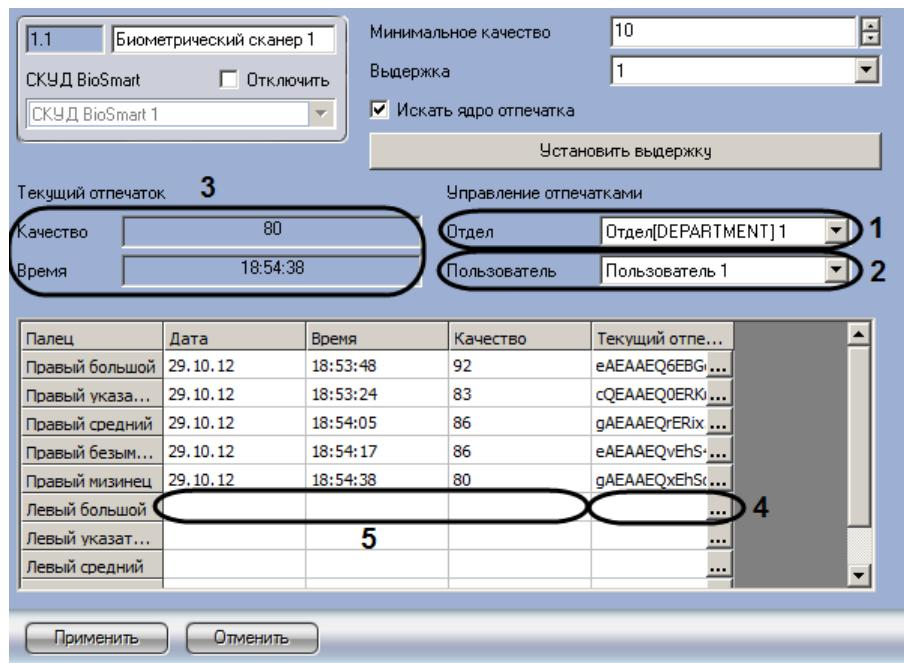

Рис. 3.10—1 Внесение отпечатков пользователя в систему
1. Перейти на панель настроек объекта **Биометрический сканер** (Рис. 3.10—1).
2. Из раскрывающегося списка **Отдел** выбрать объект **Отдел**, в который входит пользователь (см. Рис. 3.10—1, 2).